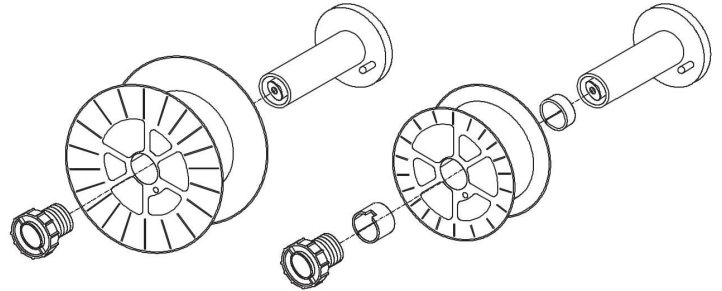

Figura 16
- Para las bobinas mas pequeñas instalar también los espaciadores como mostrado en la figura 16.